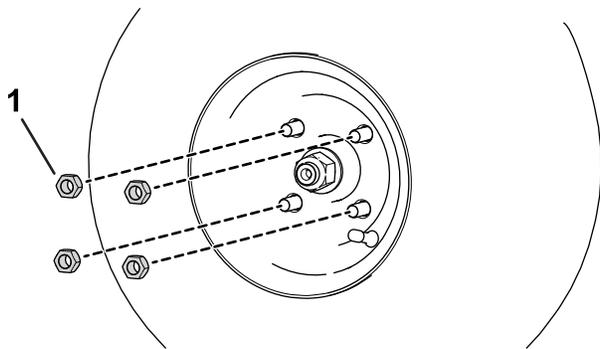

図 48
A. ホイールラグナットをゆるめて外す **図 48**。
- B. ホイールラグナットを取り付ける 図 48。